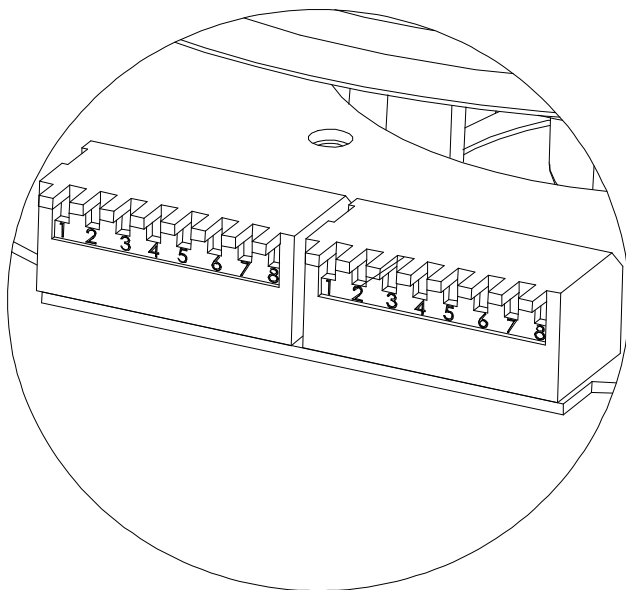

图 5 拨码开关
1. 中速半球内有两个 8 位拨码开关 S 1 和 S 2 放大如图 5 所示(左边为 S1, 右边为 S2)。